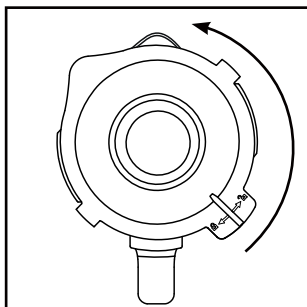

Fig. 1
- 1) Ruotare l'inserto mixer ❸ in senso antiorario finché la freccia ▼ sotto la maniglia dell'inserto mixer non si trovi al di sopra della posizione . Rimuovere l'inserto mixer ❹ sollevandolo in verticale dal blocco motore ❺.
- 2) Rimuovere il coperchio ❷, ruotandolo in senso antiorario in direzione della posizione  (vedere Fig. 1), fino a poterlo estrarre verso l'alto.
- 3) Riempire l'inserto mixer ❸ almeno fino alla tacchetta inferiore della scala graduata ❸ e non oltre il segno MAX. Per risultati ottimali si consigliano le seguenti quantità di riempimento massime: